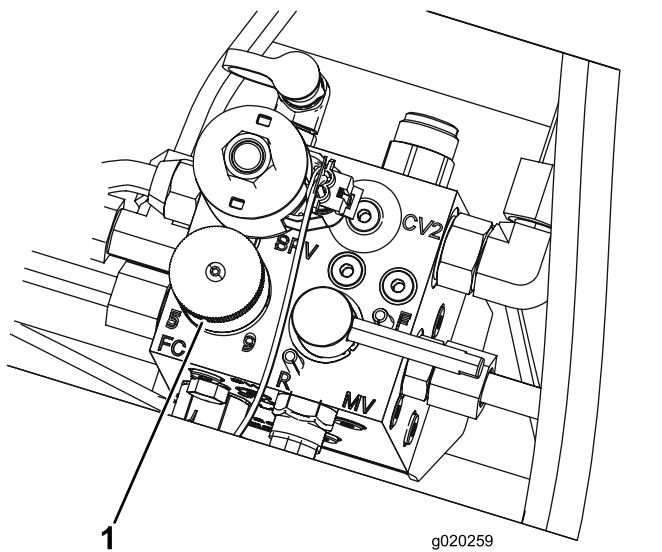

图 37
4. 要设置滚刀的速度请旋转旋钮 **图 37** 直至指示器箭头与表示所需设置的数字对齐为止。